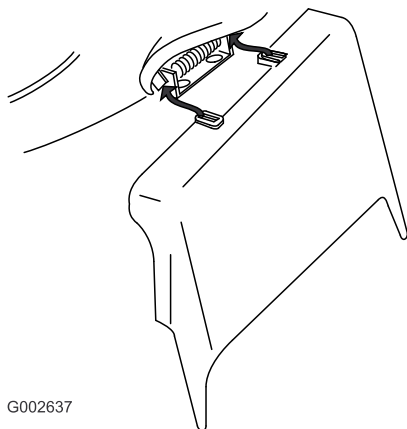

Bild 37
3. Setzen Sie den Seitenauswurfkanal ein und schließen Sie die Klappe auf dem Auswurfkanal (Bild 37).